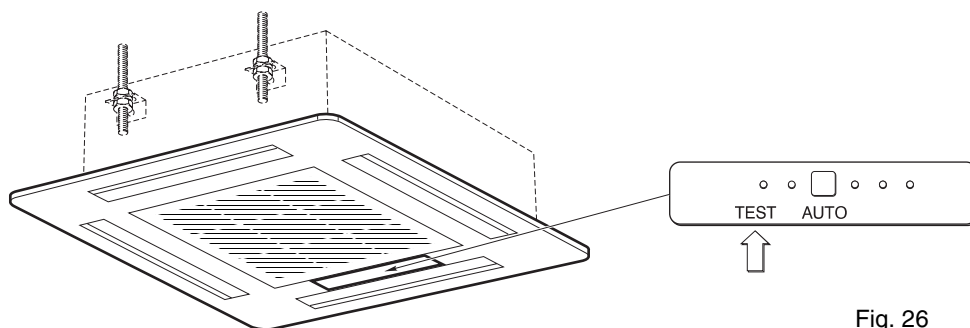

Fig. 26
3. Vérifier le fonctionnement correct des commandes à bord de la machine (fig. 26) :